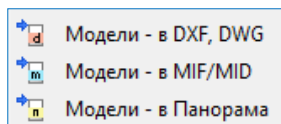

Рис. 16.14
1. Выбрать соответствующую команду в меню **Данные/Экспорт** (рис. 16.14).